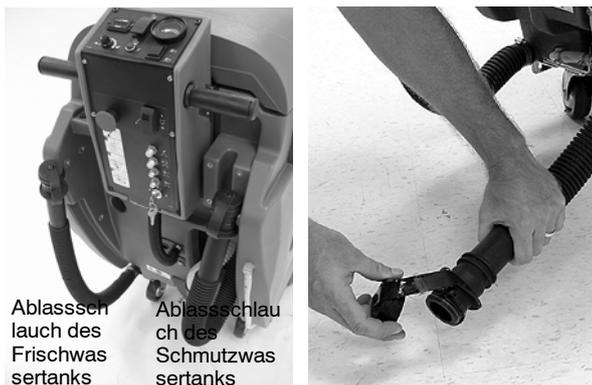

ABB. 22
2. Entfernen Sie den Ablassschlauchverschluss und senken Sie den schlauch langsam über dem Abfluss ab (Abbildung 22). Heben Sie den Schlauch an, um das Ablassen zu unterbrechen. Der Ablassschlauch des Schmutzwassertanks befindet sich an der rechten Seite und der Ablassschlauch des Frischwassertanks an der linken Seite.